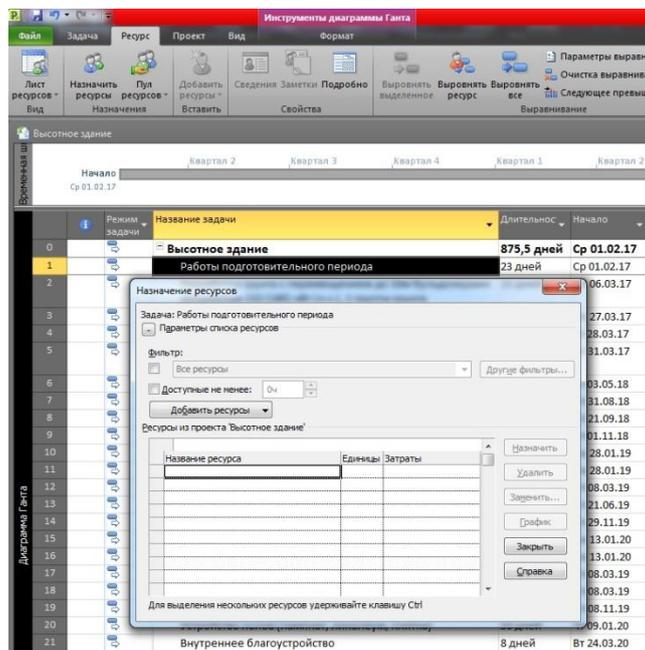

Рис. 19. Открытие окна «Назначение ресурсов» через панель инструментов
2) Выбираем первую задачу для проекта Высотного здания («Работы подготовительного периода»), щелкаем по ней левой кнопкой мыши и на панели инструментов переходим во вкладку «Ресурс», раздел «Назначения», нажимаем на пиктограмму «Назначить ресурсы», появляется окно «Назначение ресурсов» (рис.19);